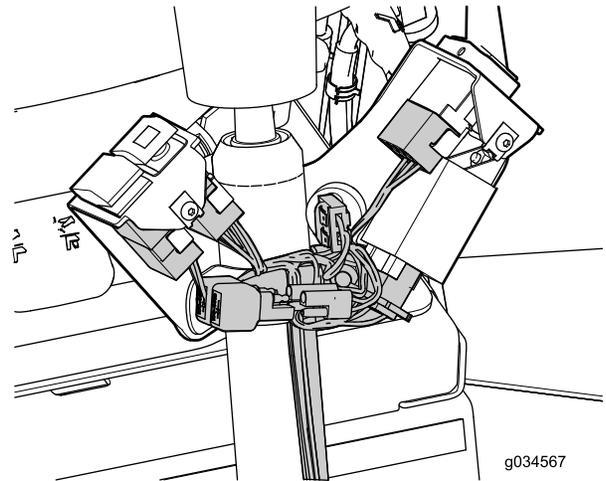

Figure 22
9. Branchez les connecteurs aux interrupteurs de la centrale clignotante, de l'avertisseur sonore, des clignotants et des feux de détresse (Figure 22).